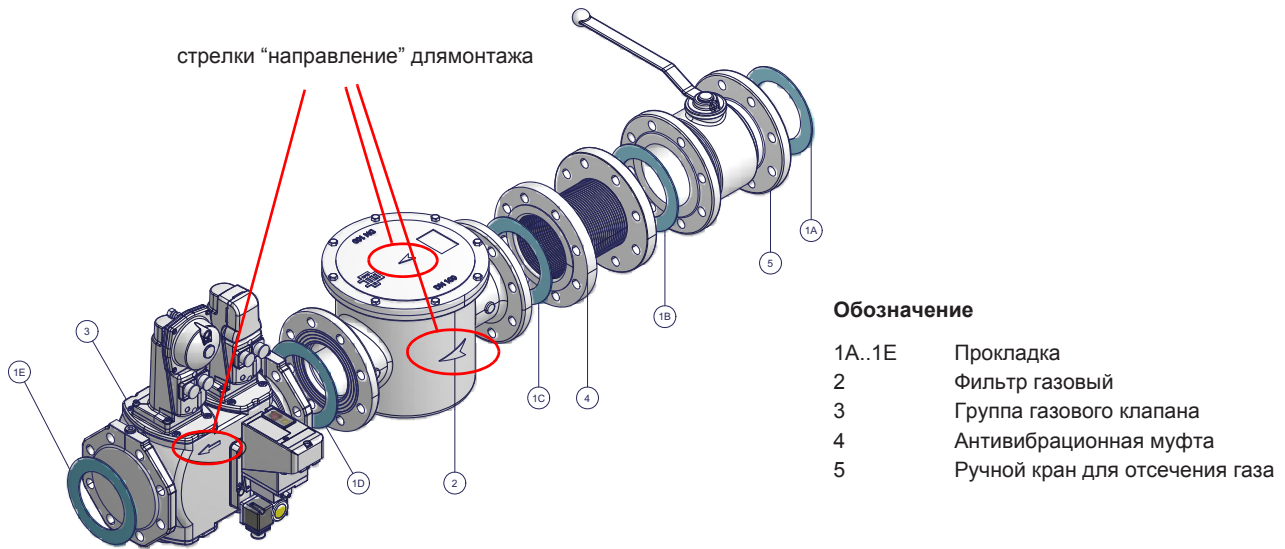

Рис. 1 - Пример газовой рампы
- б) при фланцевых соединениях: между соседними компонентами устанавливать прокладку (1A..1E - Рис. 1), совместимую с используемым газом,
ВНИМАНИЕ: после монтажа газовой рампы согласно схеме на Рис. 1, необходимо провести тестирование на герметичность газового контура, согласно требований действующих нормативов.